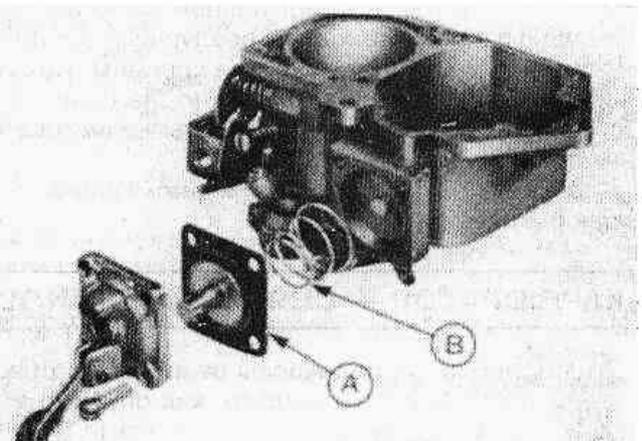

Рис. 3.19. Диафрагма (А) и возвратная пружина (В) ускорительного насоса (Разд. 22)
8. Выверните винты из ускорительного насоса, снимите крышку и выньте части насоса. Не потеряйте возвратную пружину (Рис.3.19).
14. Соберите ускорительный насос. Уплотнительная шайба устанавливается стальной стороной наружу, а главная возвратная пружина — узким концом внутрь (Рис.3.19).